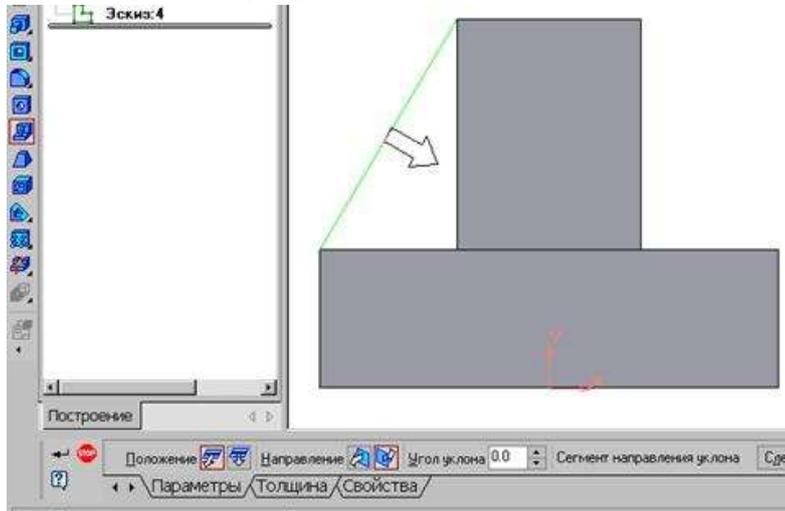

Рисунок 10 Построение ребра жесткости
5. Для построения ребер жесткости служит кнопка  Ребро жесткости. На панели свойств команды (рис.10) закладка Толщина позволяет выбрать Толщину ребра жесткости. Зкладка Параметры позволяет определить: